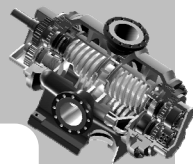

图 4.7.3 定义固定面
Step3. 定义固定面。确认“固定面”按钮  处于激活状况，选取图 4.7.3 所示的模型表面为固定面。